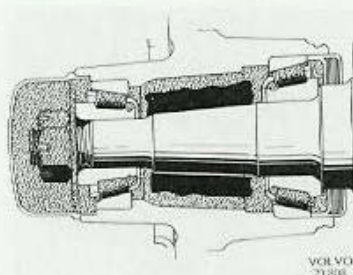

Bild 33. Framhjulslager
100 884**Bild 33. Överväxeldetaljer, B 16 och B 18**
1. Ta bort locket (5, bild 33). Ta ut oljesilen (1) och magnetsatsen (2), se bild 33. Rengör oljesilen i tvättnafta. Blås torrt med tryckluft.
2. Kontrollera att packningen (3) är i gott skick. Vänd den stålklädda sidan mot huset och placera packningen på sin plats.
4. Montera oljesilen (1), magnetsatsen (2), ny packning (4) och locket (5). Fyll på olja, se sid. 3.
Vid smörjning av hjullager används endast ett högklassigt långtidsfett för hjullager. Lagren bakas in med så mycket fett som överhuvudtaget får plats mellan rullhållare och innerbana. Smörj även fett på utsidan av rullar och behållare. Mellanrummen i naven mellan yttre och inre lagret fylls med fett enligt bild 33 och 34. Montering sker enligt anvisningarna i avd. 7, resp. 4.